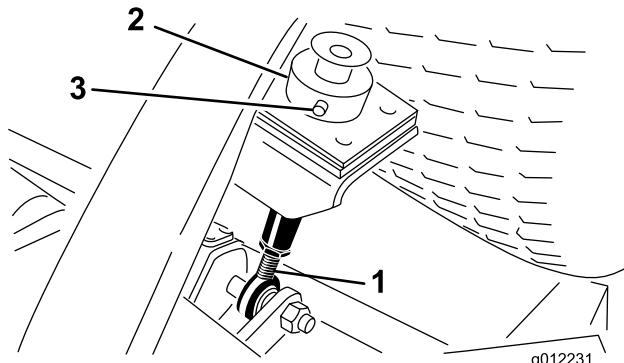
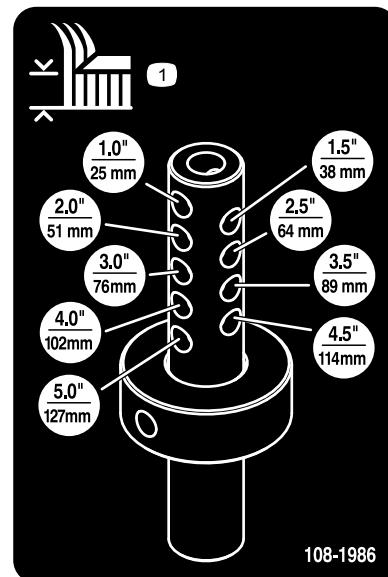

Figure 8
Figure 9
- Retirez la goupille fendue et l'axe de chape qui fixent la bague de hauteur de coupe à la tige de réglage de hauteur de coupe à l'arrière du plateau de coupe (Figure 8).
- Alignez la bague de hauteur de coupe avec les trous corrects de la tige de réglage de hauteur de coupe (Figure 8 et Figure 9).